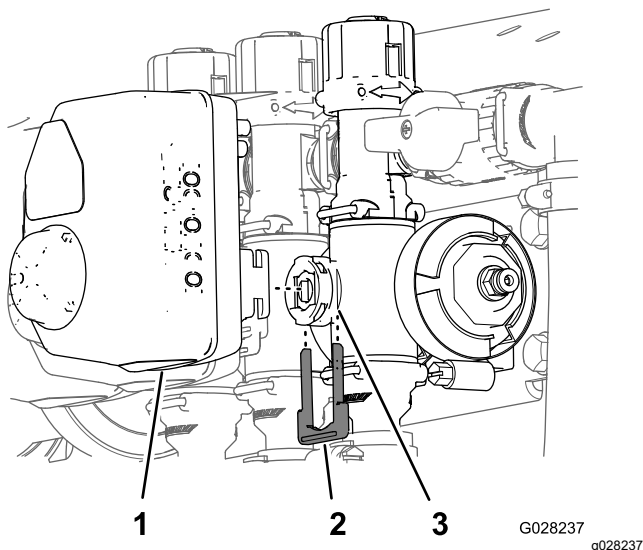

Figura 112
3. Îndepărtați opritorul care fixează dispozitivul de acionare la supapa colectorului pentru controlul ratei, agitării, seciunii principale sau supapa seciunii (Figura 112).